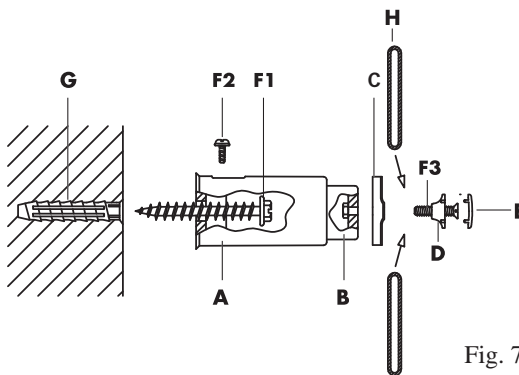

Fig. 7
À l'aide des vis de 60 mm (F1), fixez les 2 supports supérieurs de 85 mm (A), le trou tourné vers le haut et les 2 supports inférieurs de 53 mm (A) le trou tourné vers le bas (voir figure 7). Fixez la partie supérieure du sèche-serviettes en interposant celui-ci entre l'entretoise interne (C) et l'entretoise externe (D), en veillant à ce que la partie la plus profonde de l'entretoise interne (C) soit tournée vers l'intérieur du radiateur et que l'entretoise externe (D) ait le symbole 'sx' tourné vers l'extérieur. Puis vissez le tout sur la console (B), sans serrer à bloc.